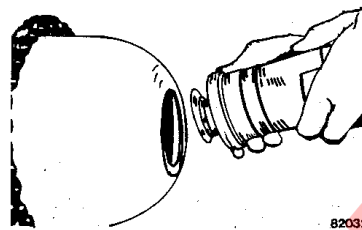

FIGURA 3-17. DESMONTAJE DEL CABEZAL MOVIL Y TAPON
8. Desmonte el conjunto de la cabeza del móvil y tapón de la caja. (Consulte la Figura 3-17).